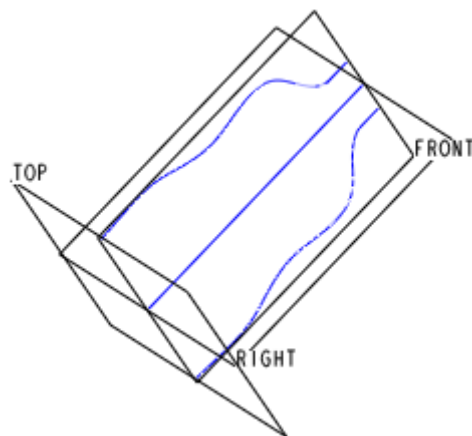

图 45-4
(4) 单击  , 完成曲线的绘制, 如图 45-4 所示。